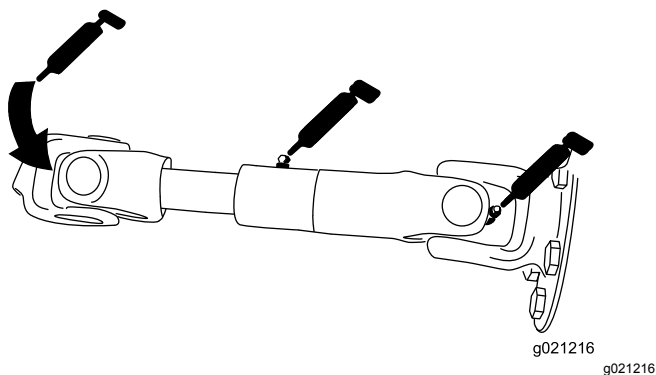

Bild 72
- Pumpenantriebswelle (3) (Bild 72)